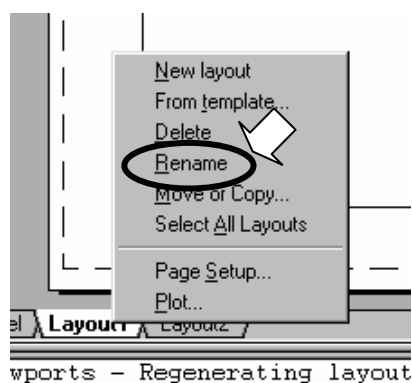

Figura 10.5 – Opção RENAME
2. Clique no botão direito do mouse. Irá aparecer uma janela similar a apresentada na figura 10.5. Escolha a opção RENAME. Digite o novo nome para o LAYOUT1, exemplo, ELE01-04, que significa prancha 01 de um conjunto de 04 pranchas que compõem o projeto ELÉTRICO (não existe uma regra para se definir o nome do layout. O ideal é que seja correspondente ao conteúdo dos desenhos ou projetos que a compõem e que tenha uma numeração apropriada para facilitar arquivamento e posterior consulta).